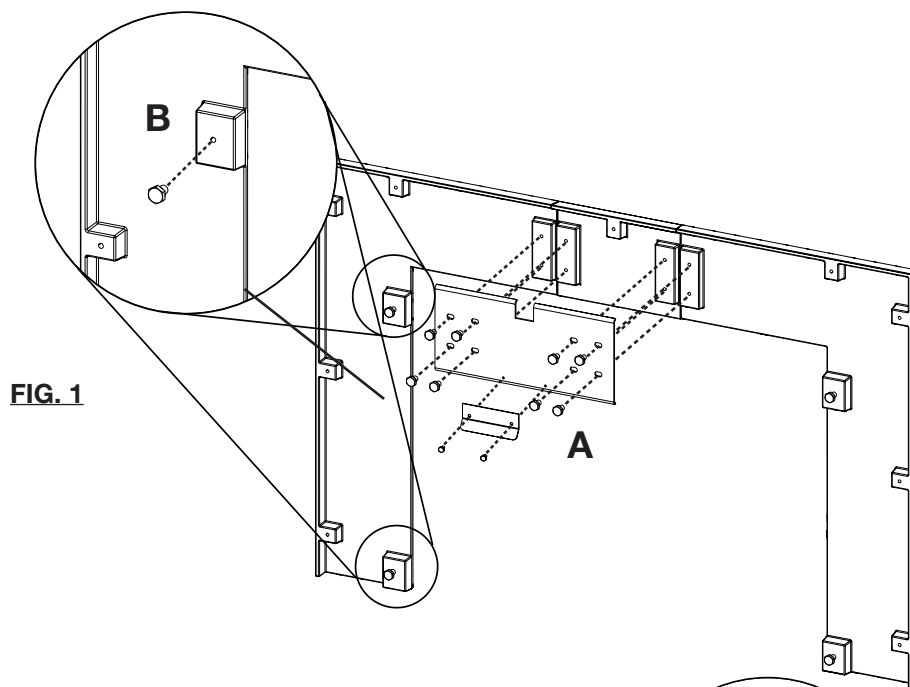

FIG. 1
- B. Aligner les trous du contour avec les trous dans les crochets et visser les crochets à sa place (FIG. 1, A).
- C. Visser les 4 vis, détachement, dans les trous (FIG. 1, B). Répétez sur l'autre côté.
- A. Aligner le de 3 trous sur le support du pare-étincelles avec les trous correspondants sur le côté droite de l'appareil. Visser à sa place utilisant les 1/4-20 vis à tête ronde (FIG. 1, A).
- B. Utiliser les 1/4-20 vis à tête ronde, enfiler la vis approximativement 1/2 de sa longueur dans le support à fentes (2 par côtés) (FIG. 1, B).